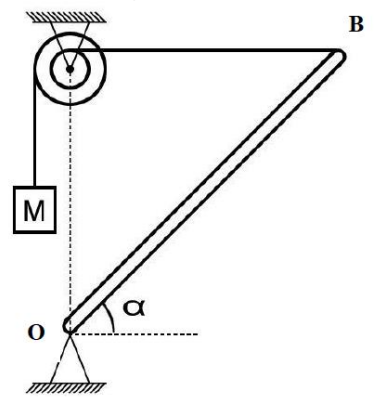

Figura 6
B) (7,0p) O bară neomogenă OB (figura 6) are masa $m = 120$ kg și lungimea $L = 4,0$ m. Bara, articulată în punctul O, este menținută în echilibru cu ajutorul unui sistem format din doi scripeți ideali, coaxiali și lipiți unul de celălalt, care au razele în relația: $R = \sqrt{3} \cdot r$. Se consideră accelerația gravitațională $g = 10$ m/s².